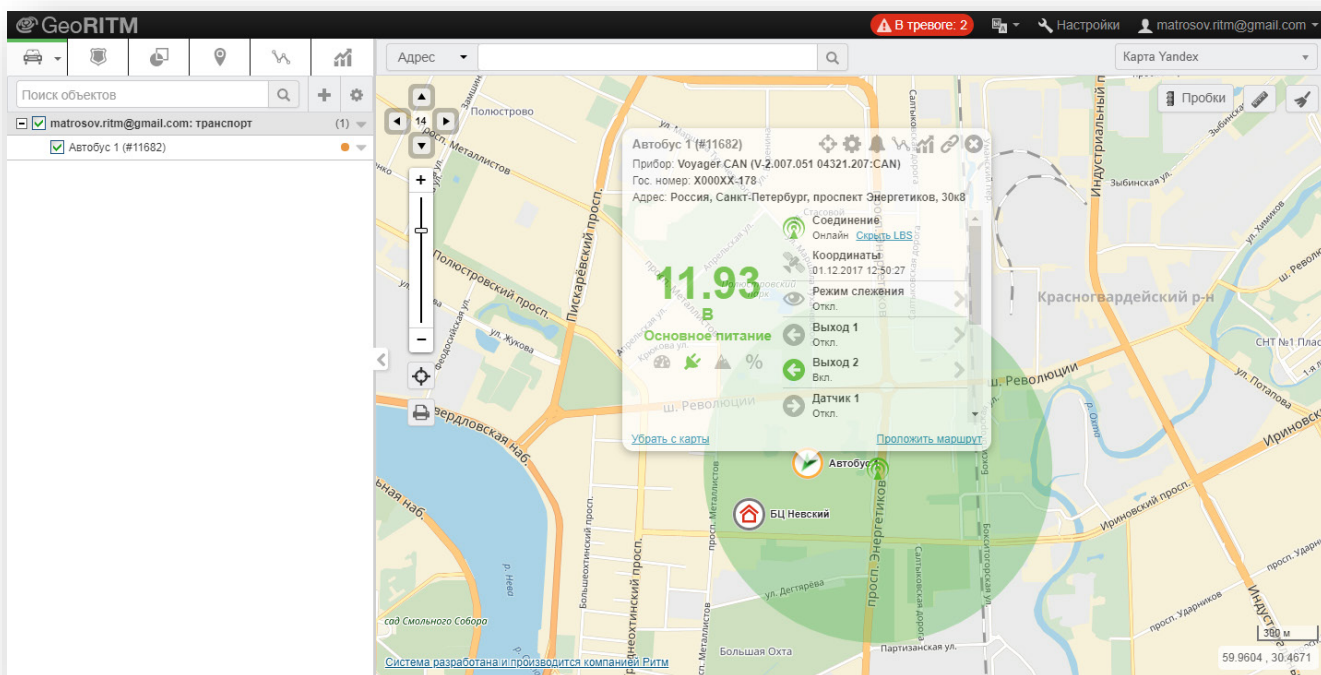

Рисунок 31. Отображение местоположения по LBS
- «Показать LBS»² – ссылка для отображения местоположения мобильного объекта на основе данных о вышках сотовой сети (рис. 31). Доступно для трекеров «Voyager» при включенном параметре «LBS» в составе истории трекера.